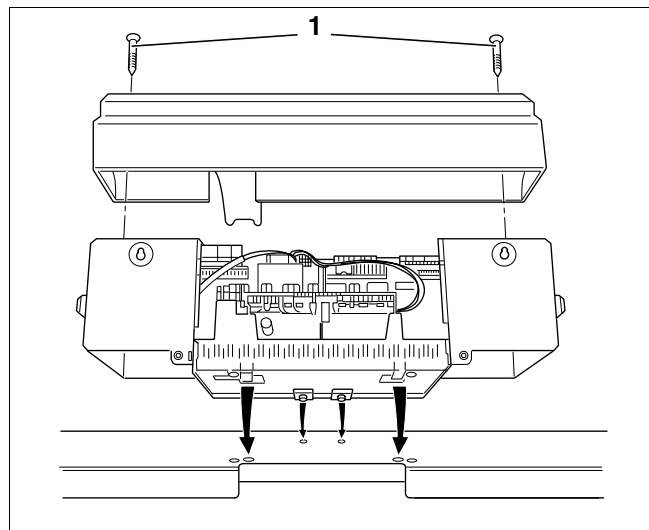

Fig. 23 Montaj aparat de reglare Logamatic 4311 / 4312
- Deșurubați cele 2 șuruburi de tablă (Fig. 23, **Poz. 1**) de sus de la carcasa ce acoperă clemele și îndepărtați carcasa.
- Așezați aparatul de reglare astfel încât cârligele din față să poată fi introduse în găurile ovale, trageți aparatul de reglare în față și apoi împingeți-l în spate până când cele 2 cârlige elastice se fixează (săgeți – Fig. 23).
- Așezați carcasa ce acoperă clemele și înșurubați-o cu 2 șuruburi din tablă. (Fig. 23).